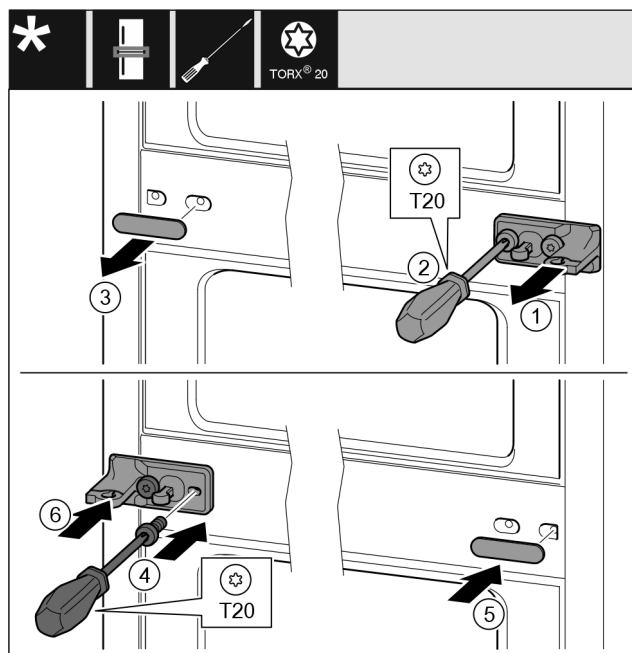

Fig. 13
- Zdjąć podkładkę Fig. 13 (1).
- Wykręcić śruby Fig. 13 (2) przy użyciu śrubokręta.
- Zdjąć ostrożnie ostonę Fig. 13 (3).
- Płytkę zawiasu wraz z folią Fig. 13 (4) obrócić o 180° przykręcić z drugiej strony.
- Ostonę Fig. 13 (5) obrócić o 180° założyć z drugiej strony.
- Wsunąć podkładkę Fig. 13 (6) od przodu.